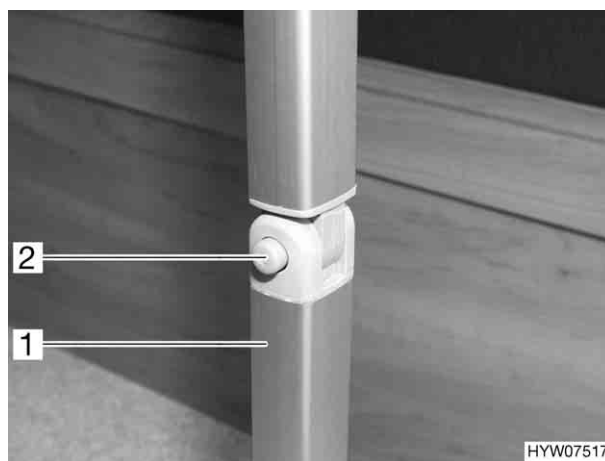

Fig. 25 Supporto snodabile tavolo sospeso
- Premere il bottone di sbloccaggio (Fig. 25,2) e mantenerlo premuto.
- Ribaltare di 90° all'indietro la parte inferiore del piede del tavolo (Fig. 25,1). Il bottone di sbloccaggio scatta di nuovo all'infuori.